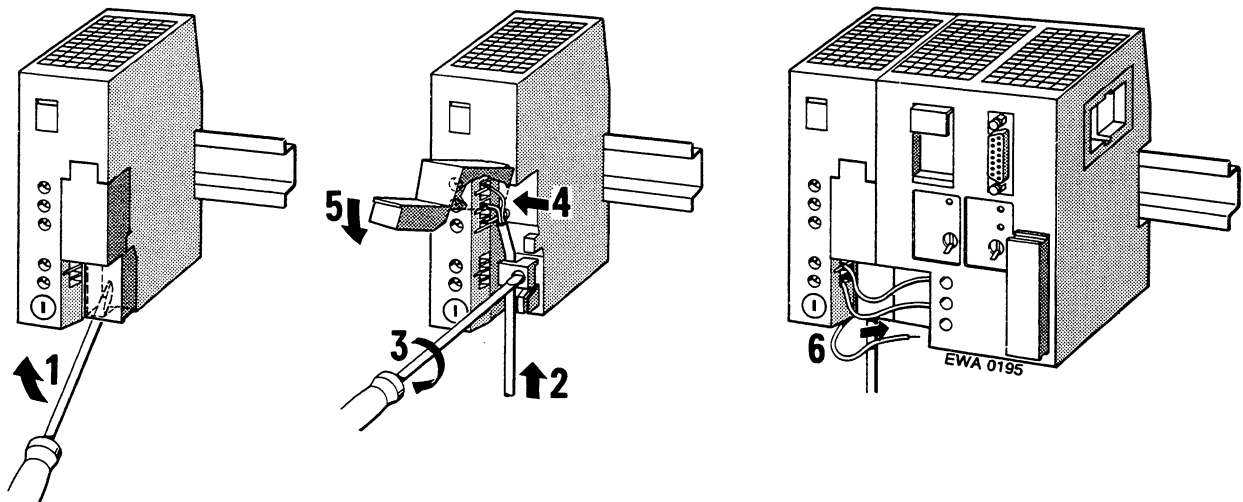

Fig. 3.11 Raccordement du module d'alimentation et du module unité centrale (CPU)
- ▶ Raccorder le câble du secteur aux bornes L1, N et \perp (cf. figure 3.11) et